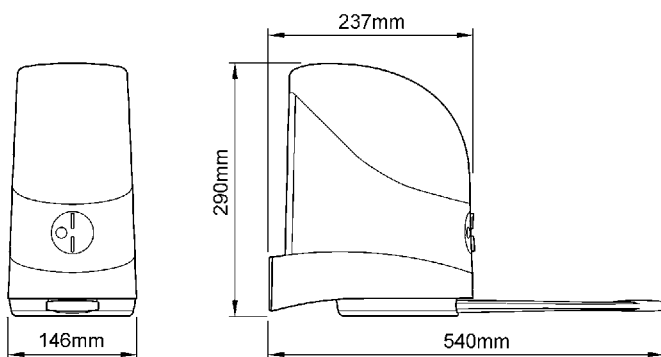

Abbildung 9
- Den Platzbedarf überprüfen – siehe Abbildung 9.